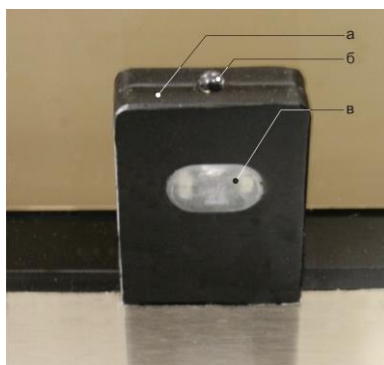
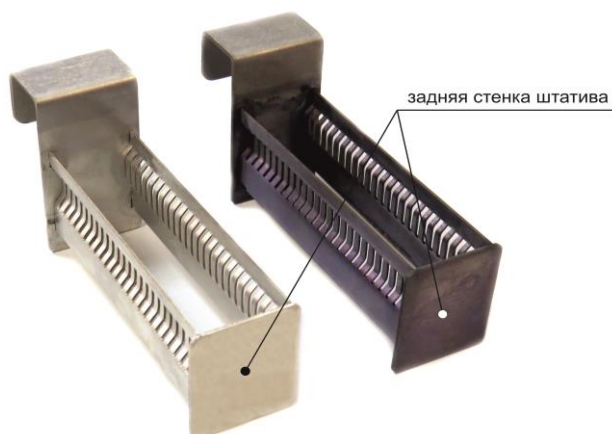

Рисунок 23. Внешний вид датчика присутствия со световой индикацией.
Рисунок 27. Задняя стенка штатива.
**Состояние станций отображается на датчиках присутствия со световой индикацией. (Рисунок 23).**
8.5. Периодически рекомендуется очищать спиртовым раствором заднюю стенку штатива от следов красителей (Рисунок 27). Так как в процессе длительных окрасок в едких веществах может окраситься сам штатив, что негативно влияет на обнаружение его датчиками присутствия, в которых установлена чувствительная электроника. (Рисунок 23.)